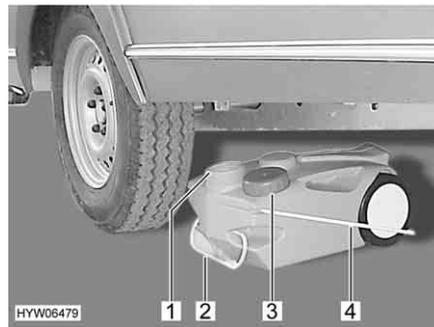

Fig. 184 Depósito de aguas residuales, con ruedas
- Cerrar la abertura del depósito de aguas residuales (Fig. 184,1) con la tapa (Fig. 184,3).
- Extraer el depósito de aguas residuales por el tirador (Fig. 184,2).
- Abatir hacia arriba el tirador (Fig. 184,4) y colocar el depósito de aguas residuales.